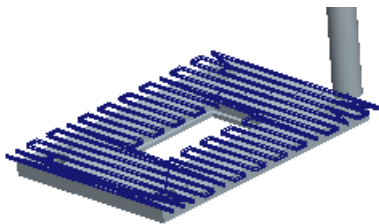

图 3.4.13 刀具行走路线
Step2. 单击“播放路径”对话框中的  按钮，观察刀具的行走路线，结果如图 3.4.13 所示。演示完成后，单击 **关闭** 按钮。